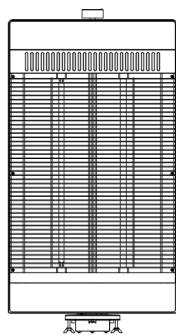

FIG. 1
1. Retirez le corps du poêle de la boîte et du sac en plastique (Figure 1).